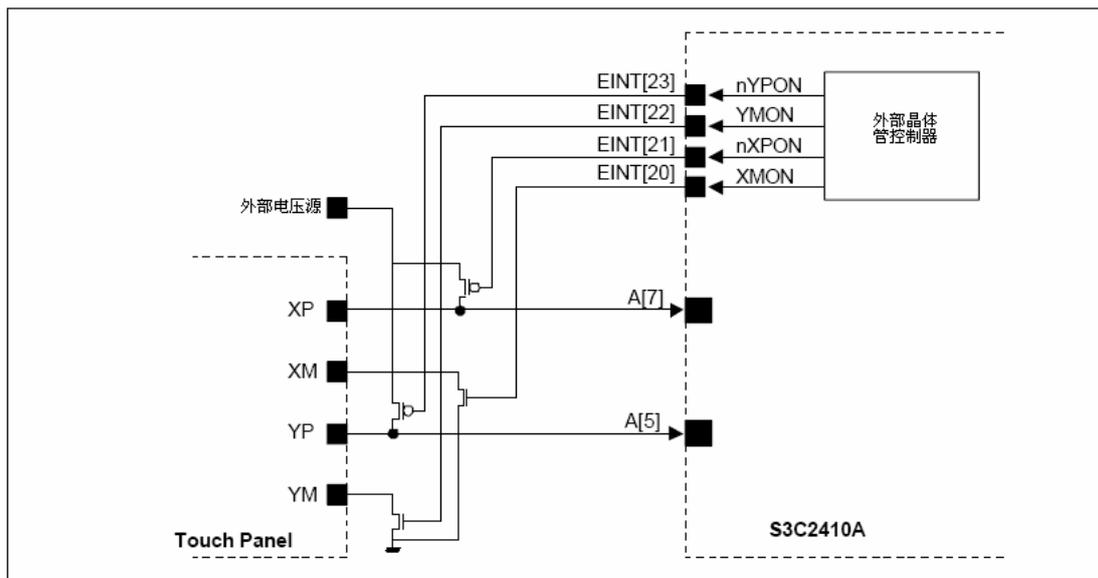

图16-2 ADC和触摸屏举例
S3C2410A 的 AIN[7]和 AIN[5]用于连接触摸屏的模拟信号输入。触摸屏接口电路一般由触摸屏，4 个外部晶体管和一个外部电压源组成（见图 16-2）。
1. 采用外部晶体管连接触摸屏到S3C2410A的接口电路（推荐电路见图16-2）。